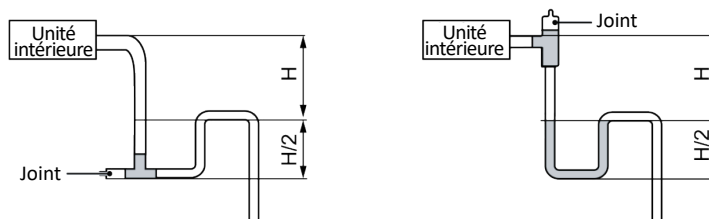

Fig. 4.3.5
- 5 Installez le piège comme indiqué sur la Fig.4.3.5 suivante.